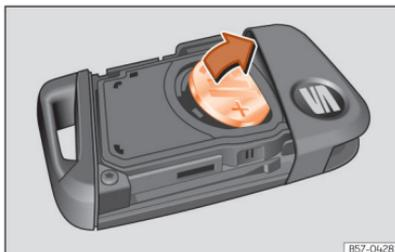

Fig. 50 Chave do veículo: remoção da pilha.
- Retire a pilha do seu compartimento fazendo alavanca »»» Fig. 50.
- Encaixe uma pilha de botão nova no compartimento »»» ②.